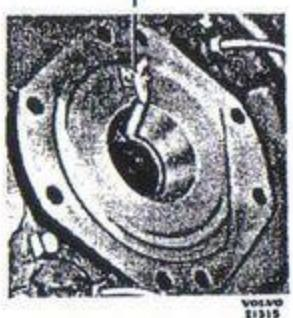

Bild 110. Hjulspindel.
- Montera dammskyddet sedan filtringen indränkts i varm olja SAE 20 blandad med  $\frac{1}{3}$  talg. Lägg i ca 0,35 liter fordonsfett i lagerhållaren. Stryk rikligt med fett på drivaxelns slipade ansats för tätningsringen. Montera rzeppaknut och drivaxel. Bestryk rzeppaknutens axelflapp med fett och montera hjulspindeln med smörjskrapan (1 bild 110) vänd uppåt.